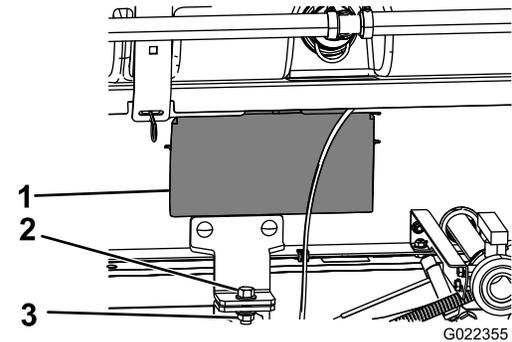

図 36
5. スキッドフレームの両側についているアクセスパネルを外す (図 36)。
8. タンク台アセンブリをフレームの左右にある荷台ブラケットに固定するボルト $\frac{1}{2}$  x  $1\frac{1}{2}$ "1本、ロックナット $\frac{1}{2}$ "1個を使用して図 36のように取り付ける。